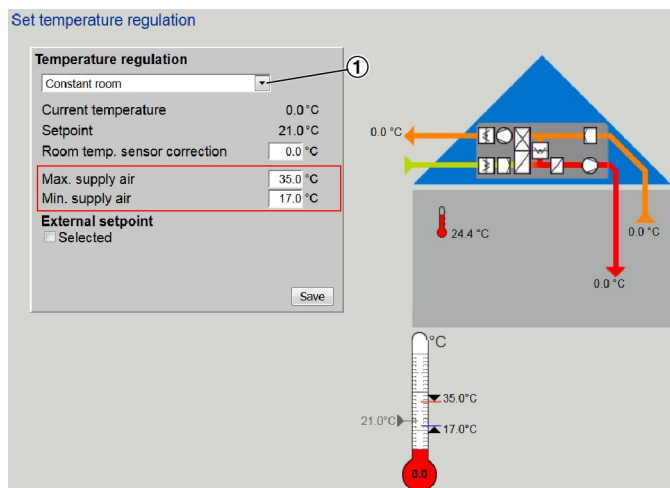

Fig. 28 : Réglage du contrôle de température
2. ▶ Sélectionner une fonction dans la liste déroulante (Fig. 28 /1) :